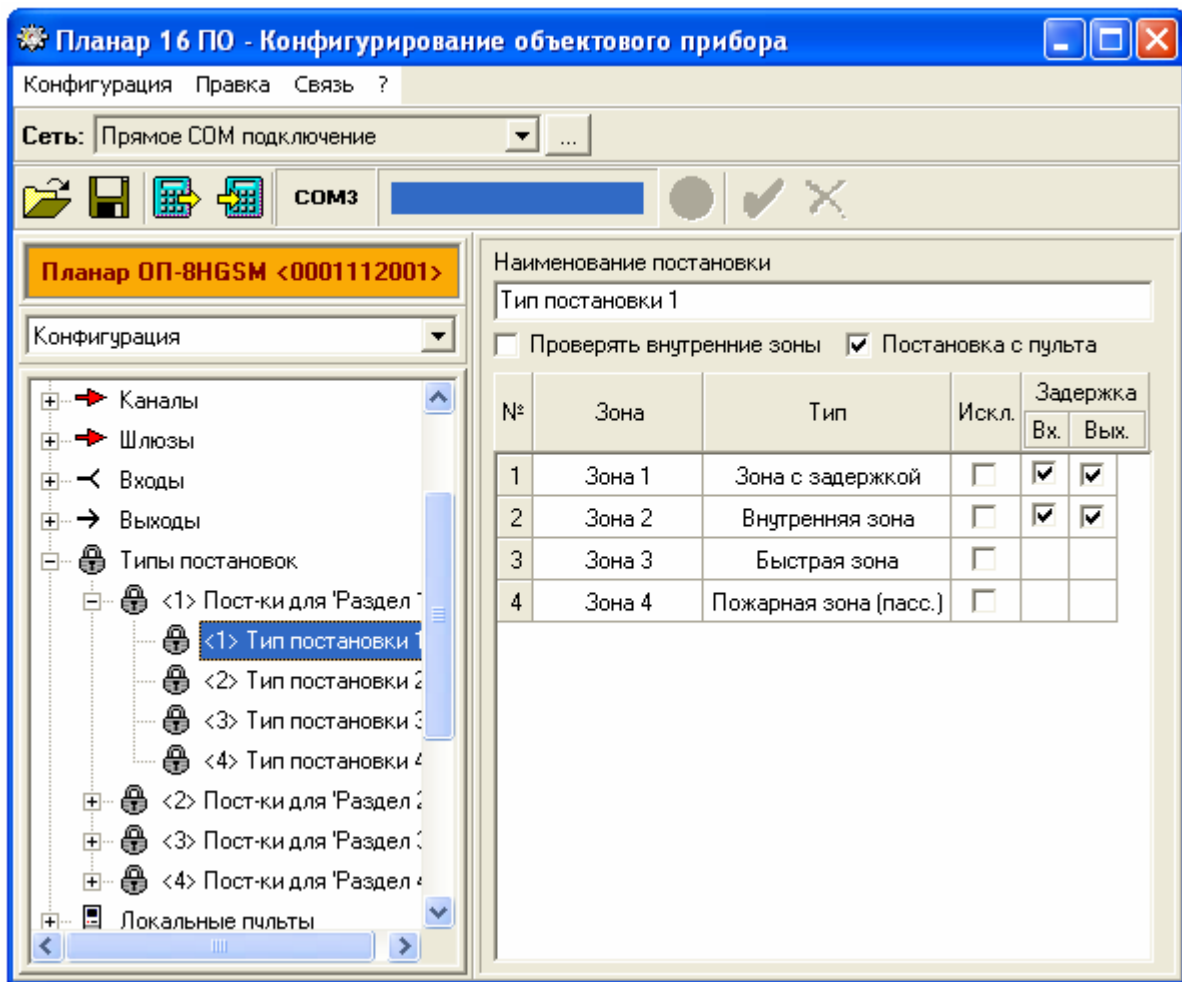

Рис. 12.19 Типы постановок
12.2.8.2.5.1. Типовое окно программы конфигурирования объектового прибора при программировании типа постановки в разделе приведено на рис.12.19.